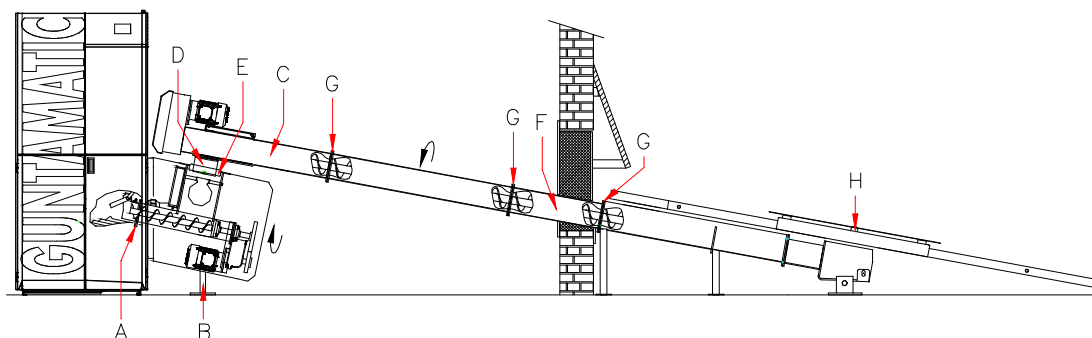

Abb.4
4. Bei abmontiertem Stoker die Einlaufdichtung (A) Abb.4 zwischen Stokereinheit und Kesselflansch einlegen und mit 4 Stück M08 x 30 Sechskantschrauben, Sprengringen und Muttern verschrauben. Den Stützfuß (B) Abb.4 an der Stokereinheit herausdrehen, sodass die Stokereinheit entlastet wird. Das Kabel Zündgebläse, TKS, Füllstandzunge, Brandschutzmotor, Stokerfühler, Antrieb G1 und Antrieb A1 anschließen.
5. Die Antriebseinheit (C) Abb.4 auf die Stokereinheit aufsetzen und in Richtung des Lagerraums drehen. Die Kugel (D) Abb.4 der Antriebseinheit muss luftdicht in der Gummidichtung (E) Abb.4 der Stokereinheit liegen.
6. Die benötigten Schneckenträge am Boden vormontieren. Das serienmäßig mitgelieferte 0,55 m Trogstück (F), siehe Abb.4, immer im Mauerdurchbruchbereich montieren. Die einzelnen Trogstücke mit M08 x 30 Sechskantschrauben, Sicherungsscheiben und Muttern, ohne Stoß an der Troginnenseite fest verschrauben. Die Schneckenstücke so zusammenstecken, dass die Schneckensteigung (G) Abb.4 ohne Unterbrechung und Stoß weiterläuft. Anschließend die vormontierte Austragschnecke an die Antriebseinheit (C) Abb.4 stecken und festschrauben.
7. Das Rührwerk (H), siehe Abb.4, an die Austragschnecke montieren und darauf achten, dass die Schneckensteigung (G) Abb.4 ohne Unterbrechung und Stoß weiterläuft.